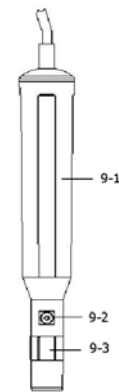

Fig. 6
- 1) Desenrosque el "Cabezal de la sonda" (9-3, Fig 6).
- 4) Sujete el "Cabezal de la sonda" (9-3, Fig 6) al cuerpo de la sonda.